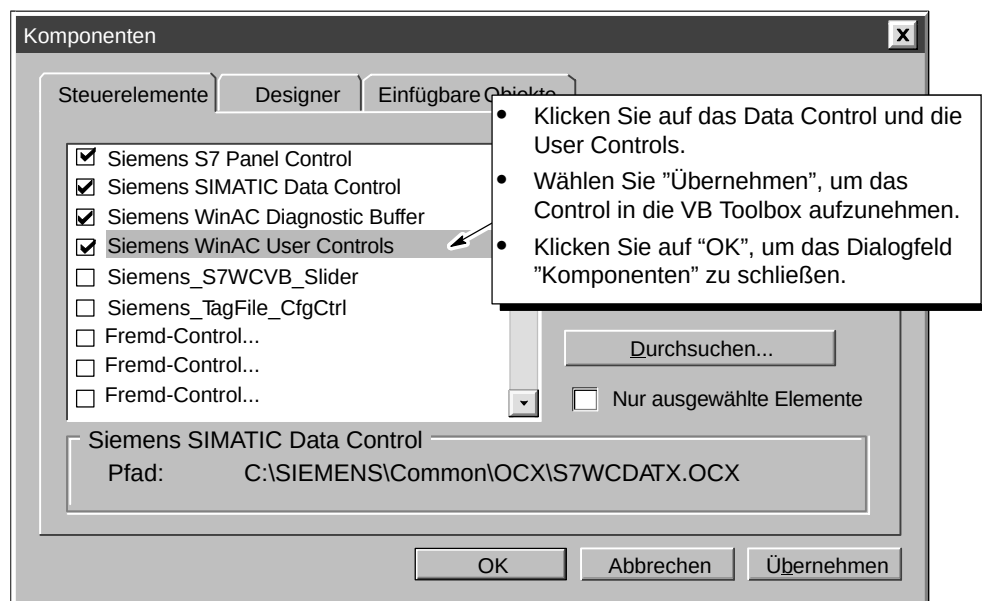

Bild 1-3 Aufnehmen von SIMATIC Controls in die VB Toolbox
3. Im Dialogfeld "Komponenten" wählen Sie die folgenden SIMATIC Controls (siehe Bild 1-3):